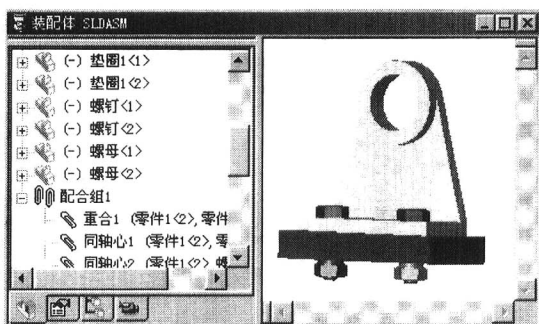

图 1-21 零件配合 (二)
对零件进行装配并不是一个复杂的过程。下面参照如图 1-21 所示装配体的最终显示结果来进行装配，具体的过程如下：
(15) 重复步骤 9~14，完成了一个装配体的装配过程，可以得到最终的装配结果如图 1-21 所示。进行文件保存。